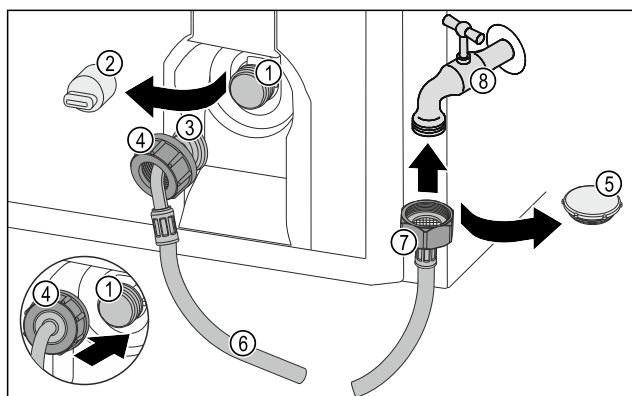

Fig. 47
- Skinite poklopac Fig. 47 (5).
- Postavite ravni kraj crijeva Fig. 47 (7) na slavinu Fig. 47 (8).
- Pritegnite maticu na ravnom kraju crijeva Fig. 47 (7) u smjeru kazaljke na satu.